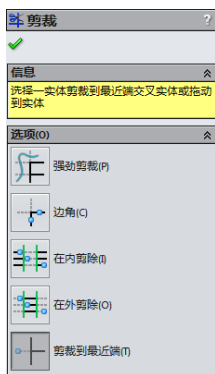

图 6-82 “剪裁”属性管理器
**07** 剪裁草图实体。在菜单栏中选择“工具”→“草图绘制工具”→“剪裁”命令，或者单击“草图”工具栏中的“剪裁实体”图标按钮，此时系统弹出如图 6-82 所示的“剪